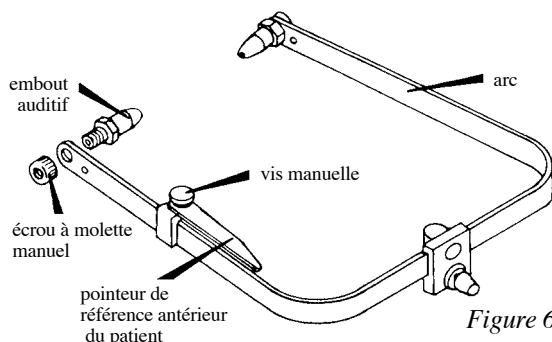

Figure 6
1. Attachez les embouts auditifs à l’arc en vissant manuellement les écrous à molette (voir figure 6). L’arc flexible HANAU™ ne nécessite pas l’usage de clés à molette.